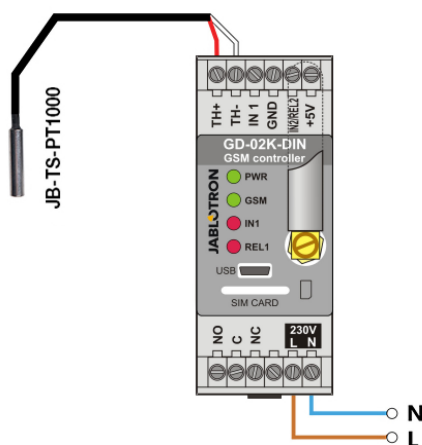

Figure 4 : Surveillance de la température
- Respecter la polarité lors de la connexion du capteur de température (fil rouge = TH+, fil blanc = TH-), voir la figure 4.